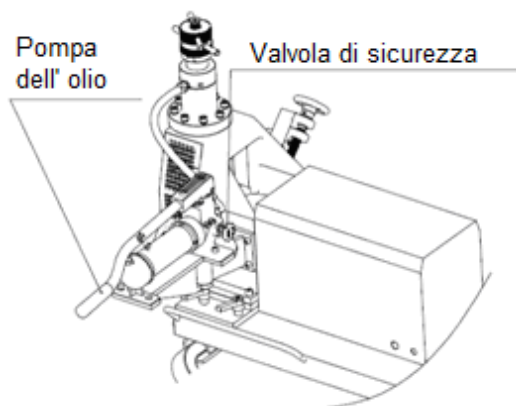

Figura 8
3. Prima della lavorazione, svitare il tappo di riempimento dell'olio per esporre il foro di sfiato. Stringere la valvola di scarico della pompa dell'olio. Azionare il manico della pompa per muovere il rullo verso il basso fino a toccare il tubo. Avviare la macchina e permettere al rullo di premere sul raccordo del tubo gradualmente. Operare il manico della pompa in modo rapido durante la fase di partenza per ottenere un segno iniziale di rientro di riferimento, successivamente operare in modo più lento. (Vedi figura 8).